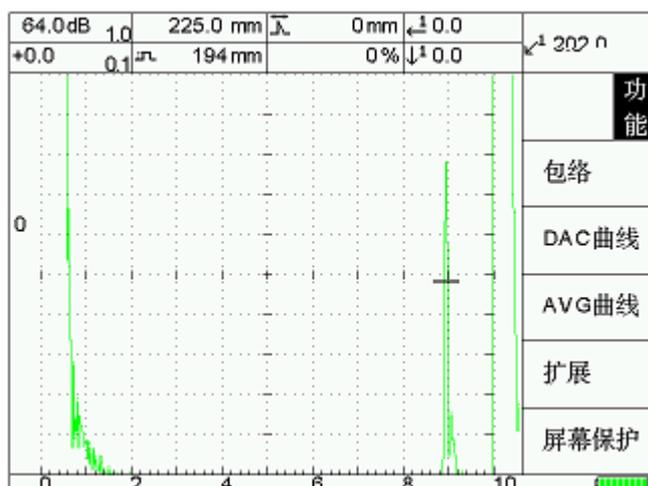

图 5-14
- (1) 按[功能]进入，将闸门 1 罩住  $200\Phi 2$  平底孔回波（图 5-14）。